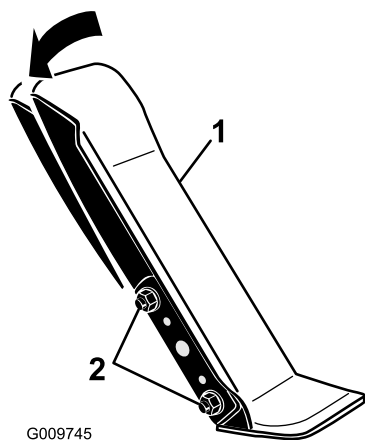

Figura 83
1. Afloje las dos tuercas y pernos que fijan el lado izquierdo del pedal de tracción al soporte (Figura 83).
2. Ajuste el pedal al ángulo deseado y apriete las tuercas (Figura 83).